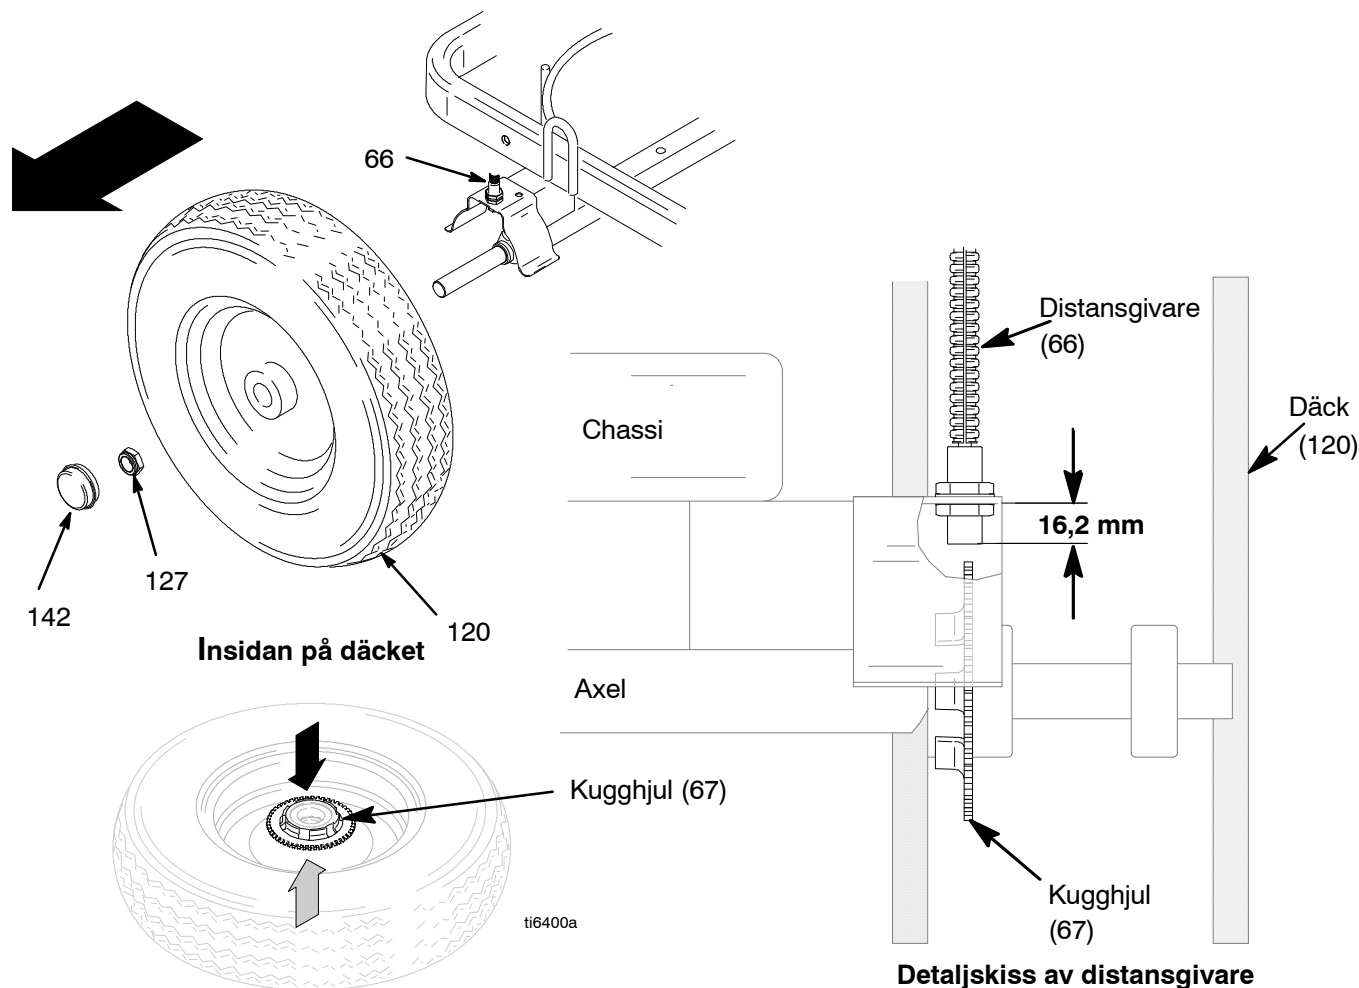

Fig. 14
2. Fig. 14. Ta bort dammkåpan (142) från hjulet. Ta bort muttern (127).
3. Ta bort hjulet (120) från LineLazern.
4. Rikta in kugghjulet (67) med givaren.
5. Sätt på hjulet (120) på LineLazern.
6. Skruva på muttern (127) helt och lossa sedan ett kvarts varv. Montera dammkåpan (142) på hjulet.